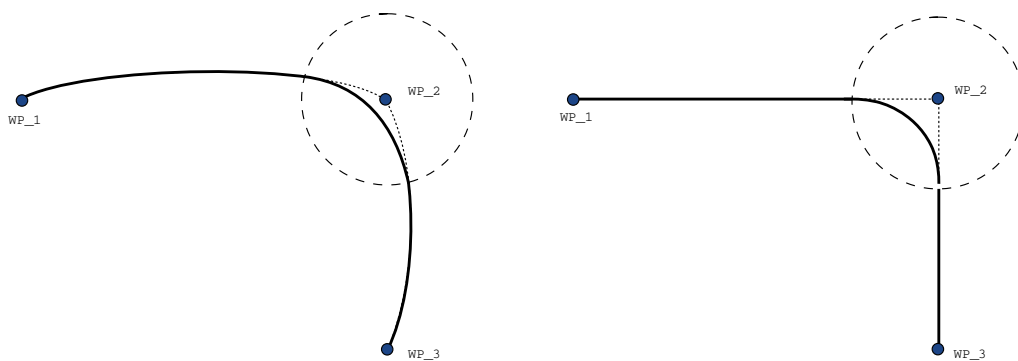

Figura 15.6: Movimento e união do espaço de articulação (MoveJ) versus o espaço cartesiano (MoveL).
- **Unões envolvendo MoveJ** Unões com MoveJ causam uma curva suave no espaço articular. Isto vale para uniões de MoveJ para MoveJ, MoveJ para MoveL e MoveL para MoveJ. A união produz uma trajetória mais suave e mais rápida do que os movimentos sem uma união (ver figura 15.6). Se a velocidade e a aceleração são usadas para especificar o perfil de velocidade, a união permanece dentro do raio de união durante a união. Se usar *tempo* em vez de *velocidade* e *aceleração* para especificar o perfil de velocidade de ambos